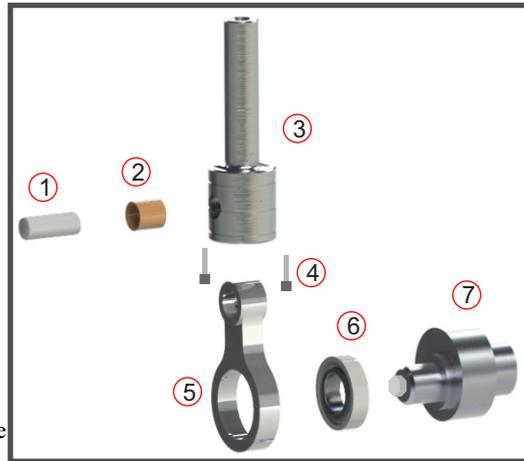

Fig. 51
1- Retirar o parafuso de aperto (4) na extremidade do pistão (3). (Fig. 51)
2- Desmontar o pino de articulação Biela / Pistão (1) da bucha de bronze (2). (Fig. 51)
3- Desmontar o rolamento (6) da biela (5) e do came (7). (Fig. 51)